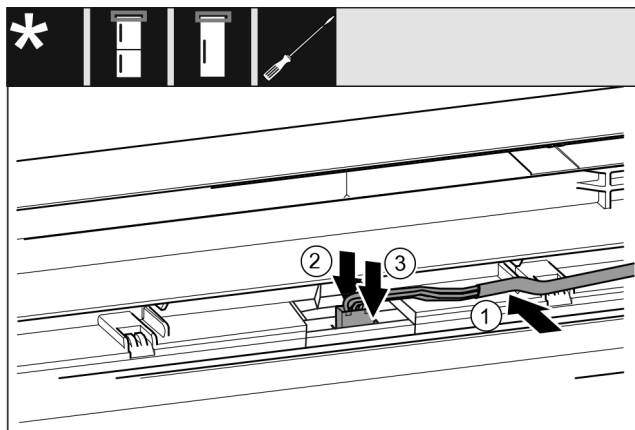

Fig. 49 制冷/冷冻组合/冰柜/冰箱*
- ▶ 将电缆 Fig. 49 (1) 置入上方冰箱门的导向装置。*
- ▶ 将止动凸缘 Fig. 49 (2) 向后按住。*
- ▶ 插入插头 Fig. 49 (3)。*